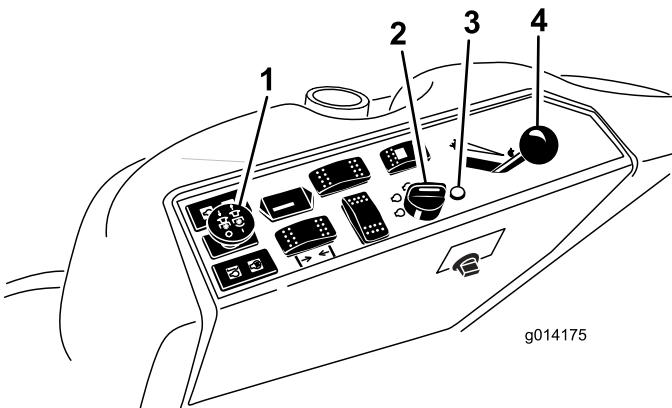

Figure 9
- Placez la commande de prise de force (PDF) en position désengagée (Figure 9).
- Réglez la commande d'accélérateur à mi-course entre les positions bas et haut régime (Figure 9).